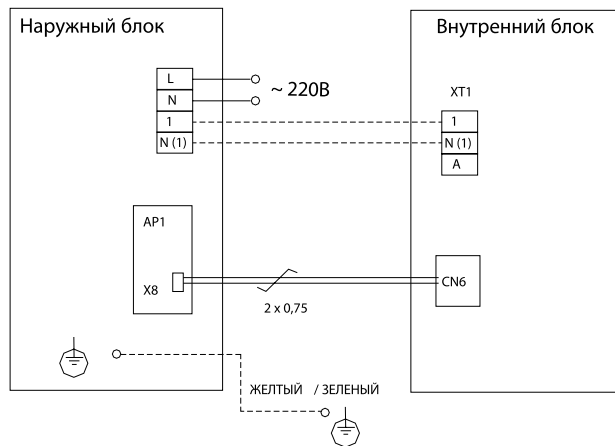

Рис. 10.1 Схема межблочных соединений моделей FGR5H/A-C, FGR7.5H/A-C
• Подключение кабеля управления в соответствии со схемами межблочных соединений рис.10.1 и рис.10.2